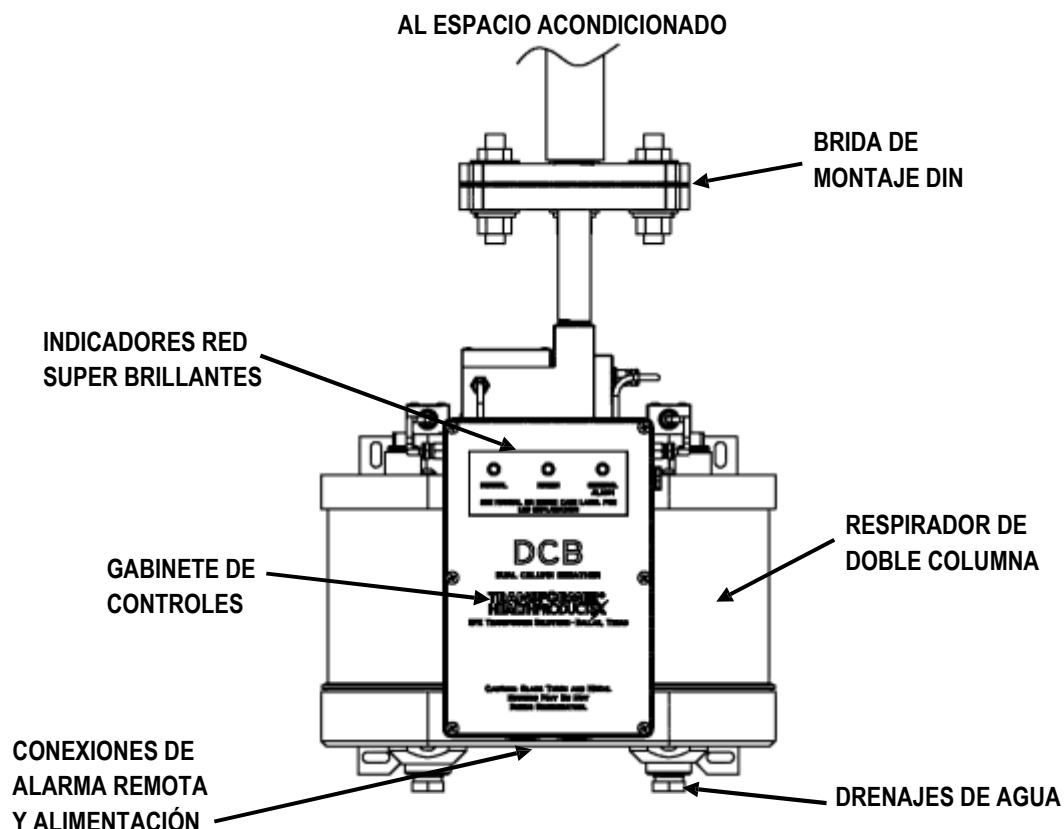

Figura 6: Instalación Típica de la Brida del DCB
- 3) Vea una instalación típica de brida en la Figura 6 abajo.